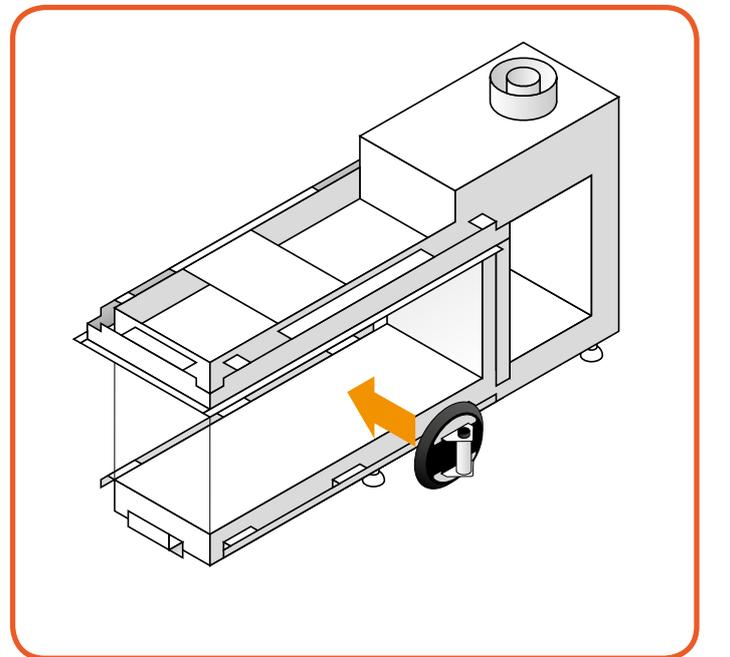

Abbildung 10-5: Anlegen des Saugnapfes
- Setzen Sie den Saugnapf auf die Scheibe und vergewissern Sie sich, dass er sich fest angesogen hat und sich nicht löst (Abbildung 10-5).